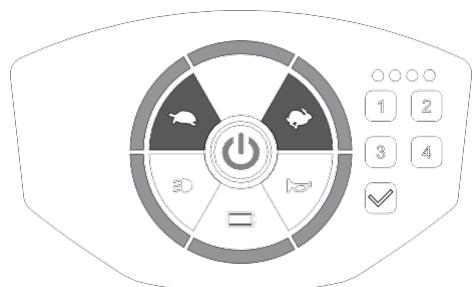

Abbildung 9
- Drücken Sie die Ein-/Ausschalt-Taste, um den Scooter in den gesperrten Bereitschaftsmodus zu versetzen (Einschalt-Kontrolllampe leuchtet rot). Drücken Sie dann gleichzeitig die Beschleunigungs- [ ] und die Verzögerungs-Taste [ ], und halten Sie diese zwei Sekunden lang gedrückt. Die äußeren Segmente des Bedienfelds leuchten, wenn der Scooter für die Einstellung der Hintergrundbeleuchtung bereit ist (Abbildung 9).